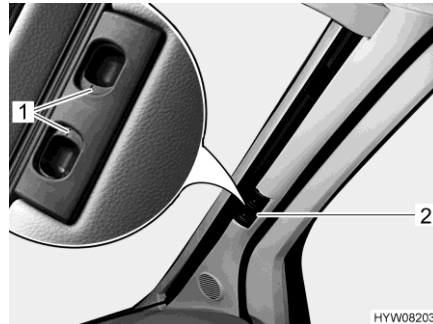

Bild 108 Plisségardin (vindruta)
- Tryck in låshandtagen (Bild 108,1) och håll dem intryckta.
- Håll plisségardinerna för vindrutan i handtaget (Bild 108,2) och dra dem mot fönstrets mitt.
- Skjut de två hälfterna av plisségardinerna för vindrutan utåt så långt det går, ta tag i handtaget (Bild 108,2). Dra upp handtaget till samma höjd som låsspåret.
- Släpp låshandtagen (Bild 108,1) och låt dem haka fast.